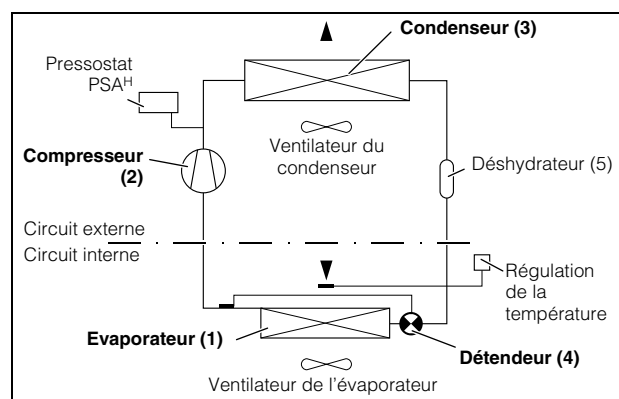

Fig. 2 : Circuit frigorifique
Le climatiseur (installation frigorifique à compression) se compose de quatre éléments principaux (voir fig. 2) : l'évaporateur (1), le compresseur (2), le